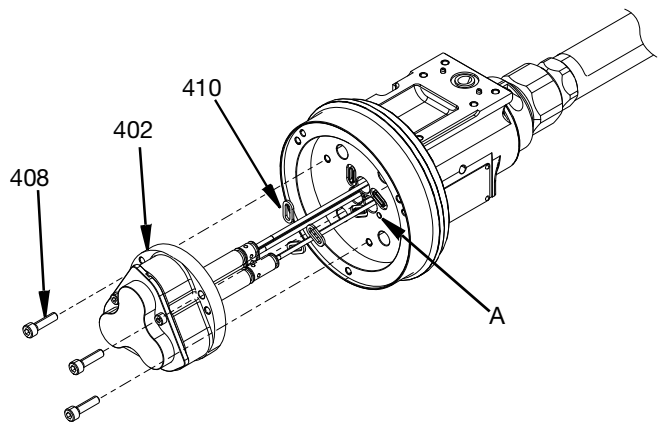

FIG. 34
10. Appliquez une fine couche de graisse au lithium sur les joints d'étanchéité à l'air (410) et insérez-les dans le corps central (301).
11. Appliquez une mince couche de graisse au lithium sur les joints toriques (415) et (416). Insérez l'ensemble du cylindre pneumatique dans le corps central (301). Appliquez un antigrippant sur les vis M5 (408) et serrez au couple de 6,5 N•m.
REMARQUE : L'encoche (A) sur la face du corps central (301) s'aligne avec le long guide de joint de roulement (414). Voir FIG. 34.